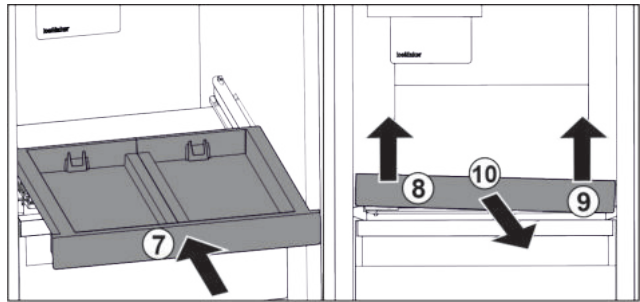

Fig. 24
- ▶ Вкарайте изтеглящата се дъска. Fig. 24 (7)
- ▶ Повдигнете изтеглящата се дъска отпред отляво. Fig. 24 (8)
- ▶ Повдигнете изтеглящата се дъска отпред отдясно. Fig. 24 (9)
- ▶ Извадете изтеглящата се дъска напред. Fig. 24 (10)